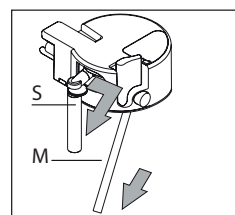

Fig. 45
- ▶ Extraia o bico do leite e o tubo de entrada (Fig. 45).